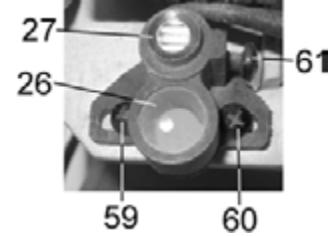

Рис. 11
10.5. Регулировка лазерного указателя (Рис.11)
10.5.1. На вашей пиле установлен лазерный указатель (27), Рис.11. Для включения и выключения лазерного луча служит переключатель (16), Рис. 2.